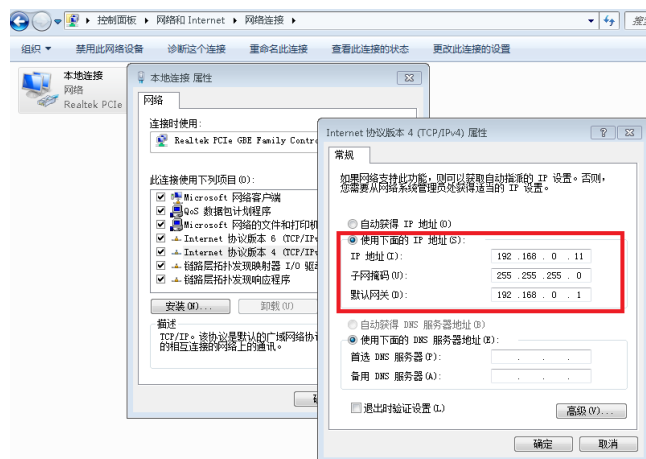

图 8 PC 端 IP 设置
- a) 点击“Connect”显示无以太网，请点击电脑的开始菜单里的“运行”或输入“cmd”，输入“ping 192.168.0.10”，然后点击确定，此 Windows 插件显示有数据返回就可以执行下一步操作，如图 8 所示。